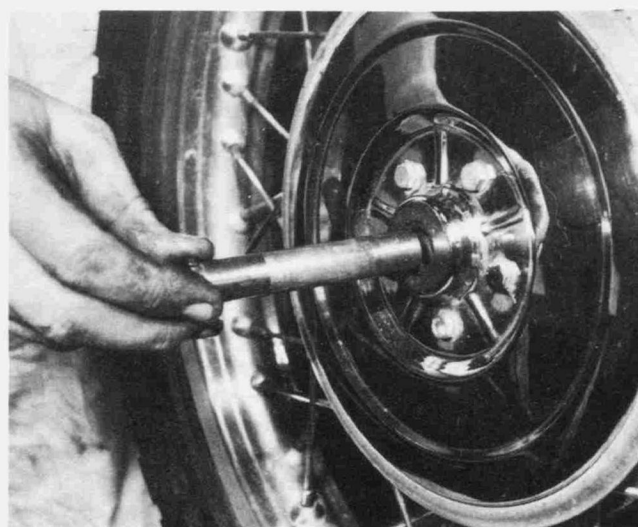

Bild 310
- Die Reduzierbuchse aus der vorderen Radnabe herausziehen (Bild 310).